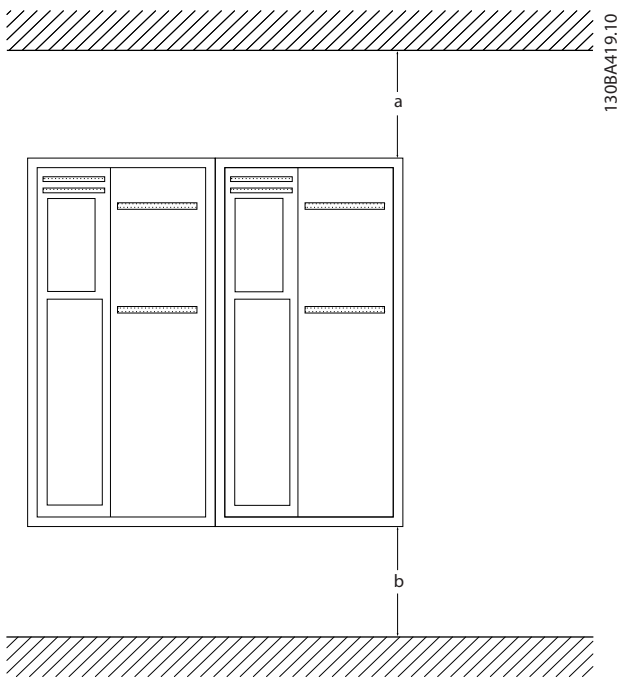

Рисунок 2.1 Свободное пространство для охлаждения верхней и нижней части устройства
- В верхней и нижней части преобразователя следует оставить доступ воздуха для охлаждения. Обычно зазор должен составлять 100–225 мм (4–10 дюймов). См. Рисунок 2.1 с параметрами требуемых зазоров.